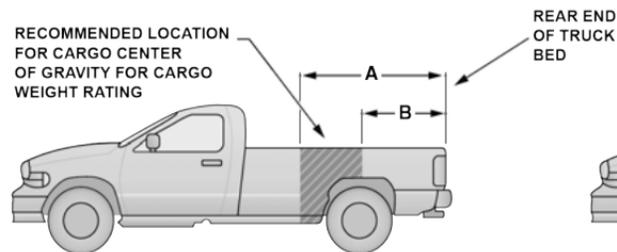

Figure 1
La figure 1 illustre les dimensions qui décrivent les limites avant et arrière de la zone dans laquelle le centre de gravité (CG) d'une cabine de camping doit être situé afin d'assurer une conduite satisfaisante du véhicule et de prévenir la surcharge des essieux avant et arrière.